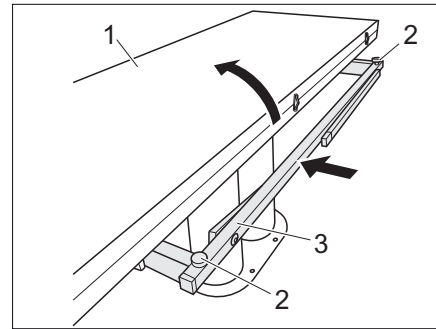

Fig. 108 Ridurre le dimensioni del tavolo
- Richiudere la metà del tavolo (Fig. 108,1).
- Avvitare le due viti di regolazione (Fig. 108,2).
- Inserire la sottostruttura del tavolo (Fig. 108,3).